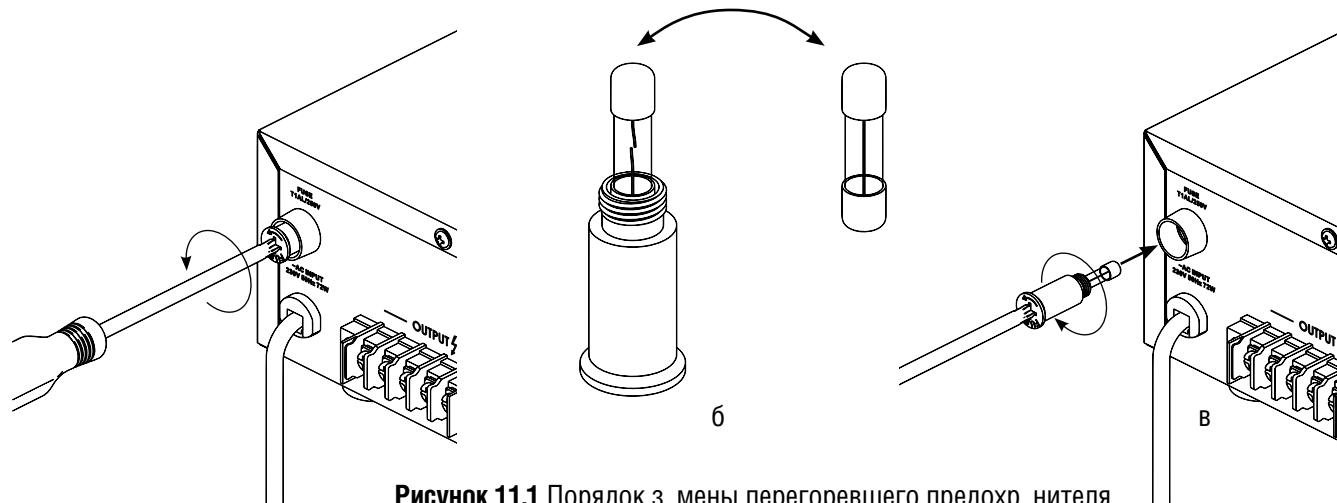

Рисунок 11.1 Порядок замены перегоревшего предохранителя
- Извлеките крышку предохранителя из тринсляционного усилителя, поворачивая её против часовой стрелки крестовой отвёрткой (**Рис. 11.1, а**).
- Замените перегоревший предохранитель исправным, предварительно убедившись, что в крышке не осталось посторонних предметов (**Рис. 11.1, б**).
- Вставьте крышку с исправным предохранителем в тринсляционный усилитель и плотно засуньте её, поворачивая по часовой стрелке (**Рис. 11.1, в**).